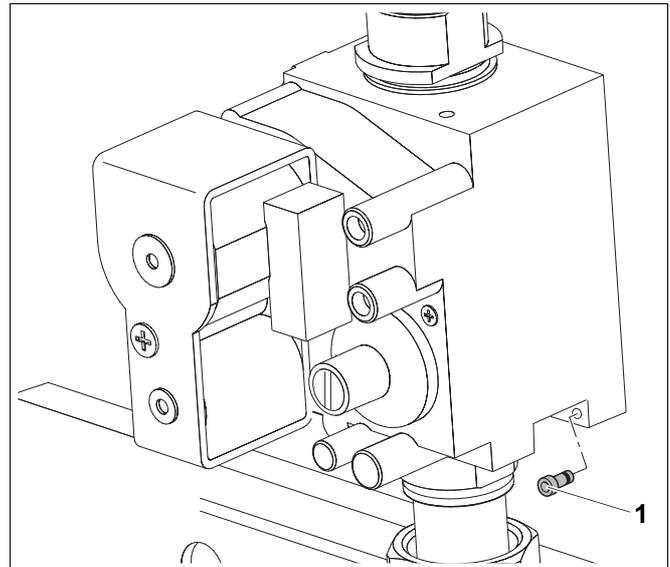

Abb. 47 Flüssiggasadapter einbauen bzw. ausbauen
- Flüssiggasadapter mit Dichtung (Abb. 47, **Pos. 1**) einstecken.
- Flüssiggasadapter (Abb. 47, **Pos. 1**) herausnehmen.